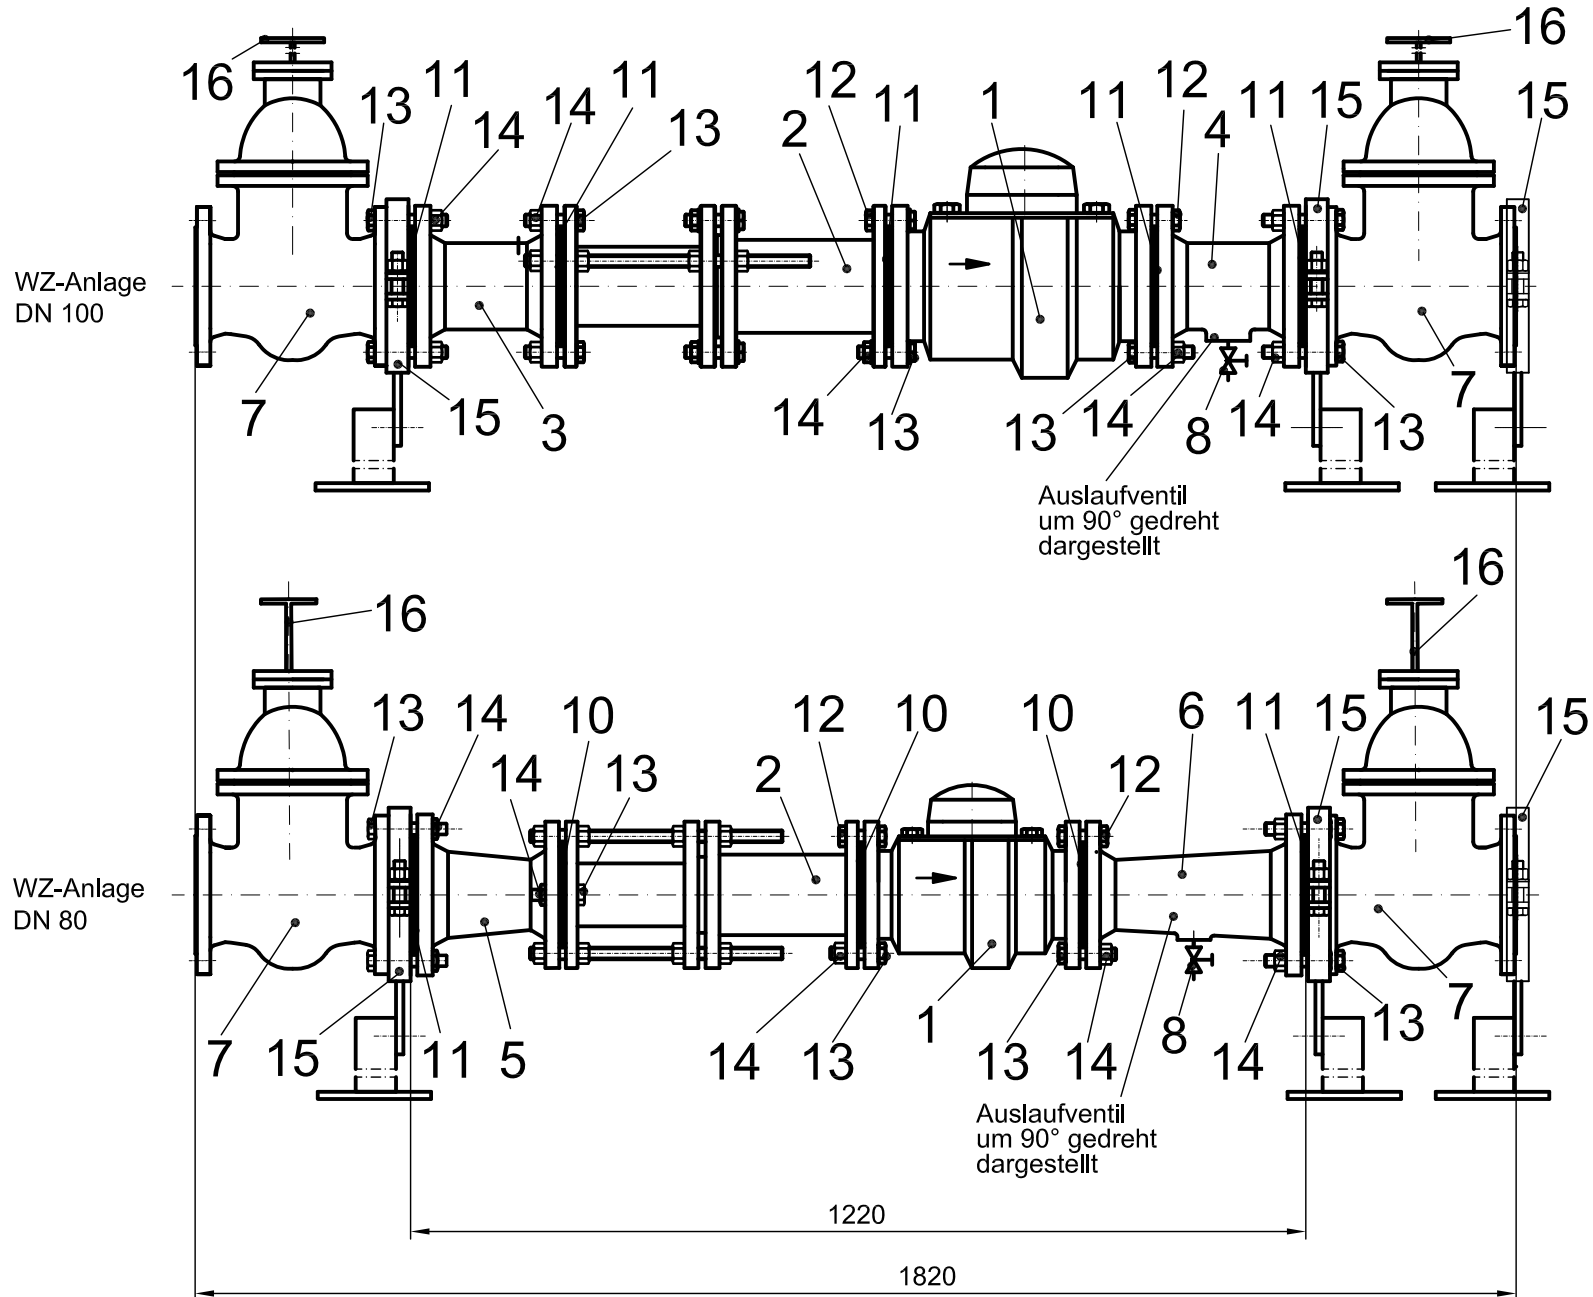
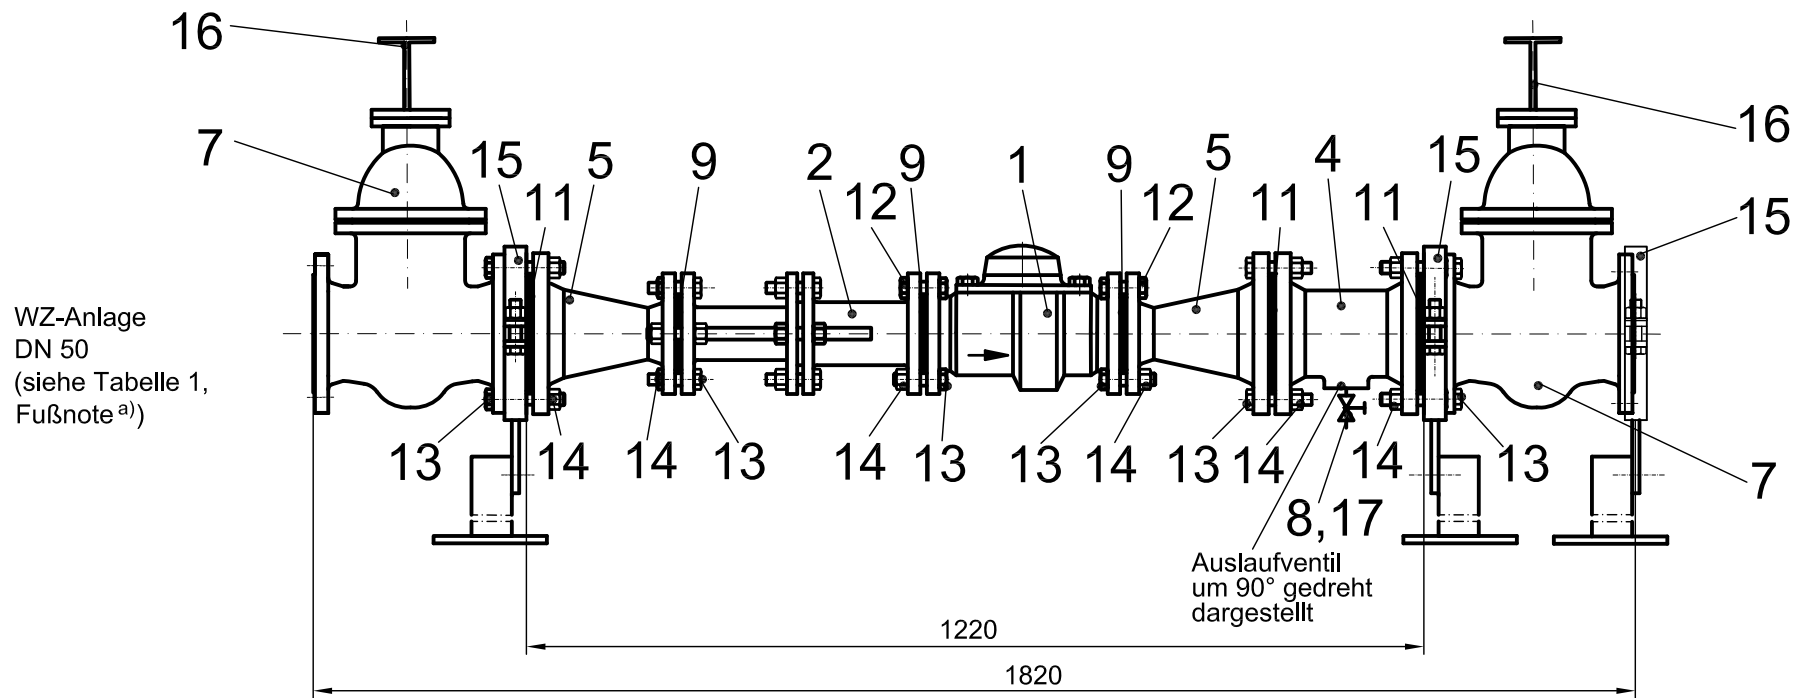

Bild 1 – Aufbau und Maße von Großwasserzähler-Anlagen DN 100 und DN 80 für Anschlussleitung DN 100 (Prinzipskizze)
Bild 2– Aufbau und Maße von Großwasserzähler-Anlagen DN 50 für Anschlussleitung DN 100
- c) Umgehungszähler aus Bild 1 und Bild 2 entfernt, da dieser Bautyp (Einstrahlzähler) nur noch ohne Umgehungszähler hergestellt wird.
Die in Bild 1 und 2 dargestellten Wasserzähler-Anlagen sind die Vorzugsvarianten und sollen bei Neuanschlüssen generell Anwendung finden. Hinweise auf Vorzugsvarianten und Reihenfolgen sind bindend. Nur bei bestehenden Alt-Anlagen mit geringerem Platzangebot kann von der Vorzugsvariante entsprechend Punkt 4 abgewichen werden, wodurch ein größerer Umbauaufwand vermieden werden soll.